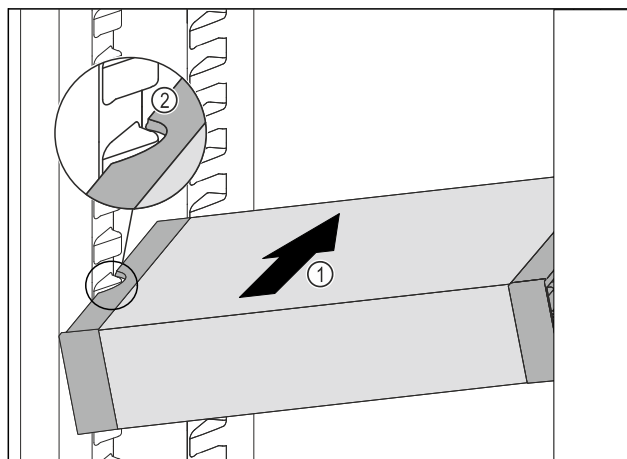

Fig. 167
- VarioSafe gurajte koso u hladnjak Fig. 167 (1) sve dok se bočni otvori Fig. 167 (2) ladice VarioSafe ne nađu na visini žlijeba spremnika u hladnjaku.